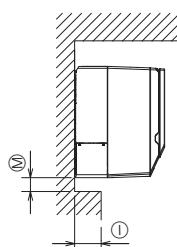

Fig. 2-2
① Sortie d'air : ne placer aucun obstacle à moins de 1 500 mm, 59-1/16 pouces de la sortie d'air.
② Surface du sol
③ Mobilier
④ Lorsqu'une traverse dépasse du mur de plus de 60 mm, 2-23/64 pouces, une distance supplémentaire est nécessaire car le flux d'air du ventilateur peut créer un cycle court.
⑤ 1 800 mm, 70-55/64 pouces minimum de la surface du sol (pour montage en hauteur)
⑥ 75 mm, 2-61/64 pouces ou plus avec tuyauterie gauche, arrière gauche ou inférieure gauche et installation d'une pompe de vidange en option. (Utilisez le crochet positionné sur la partie inférieure du panneau de montage si la dimension est comprise entre 55 mm, 2-11/64 pouces et 75 mm, 2-61/64 pouces (moins de 55 mm, 2-11/64 pouces : dimension incorrecte). Reportez-vous à la section 3.5. pour plus de détails.)
⑦ 350 mm, 13-25/32 pouces minimum avec installation d'une pompe de vidange en option
⑧ Reportez-vous à la Fig. 2-2
①	Avec POMPE DE DRAINAGE en option